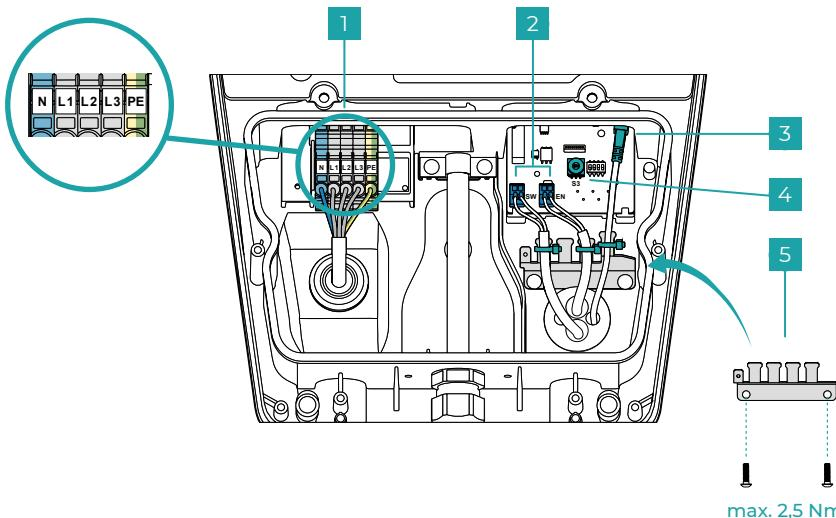

Fig. 6
Optional, la interfața internă poate fi conectat un dispozitiv de blocare extern (de ex. întrerupător cu cheie) (fig. 6 - nr. 2 - interfața EN).
- Pregătiți un cablu de alimentare de la rețeacores-punzător ($\varnothing 10 - 20 \text{ mm} // \text{max. } 5*6 \text{ mm}^2$) și conectați-l conform reprezentării din **fig. 6 - nr. 1**. Figura ilustrează racordul la rețea trifazic. Pentru a conecta sistemul de încărcare la rețea cu o singură fază, utilizați conductorii N, L1 și PE.
- Cu ajutorul comutatorului rotativ S3 configurați curentul de încărcare maxim între 6 A și 16 A, conform reprezentării din **fig. 6 - nr. 4**.
- Optional: Pregătiți cablurile de date (Digital-In (EN) / Out (SW) și LAN) și conectați-le după cum se arată în **fig. 6 - nr. 2 și 3**. Pentru a conecta un dispozitiv de blocare extern prin intermediul cablului Digital-IN, îndepărtați în prealabil puntea pentru cabluri.
Montați dispozitivul de detensionare după cum se arată în **fig. 6 - nr. 5** și fixați cablurile de date cu bride pentru cabluri. Montați capacul inferior al sistemului de încărcare conform reprezentării din **fig. 7**.
Sistemul de încărcare poate fi securizat împotriva utilizării neautorizate prin intermediul unui dispozitiv de blocare extern (de exemplu, întrerupător cu cheie). Atunci când se solicită procesul de încărcare, are loc o verificare pentru a determina dacă există o blocare externă. Utilizați pentru aceasta interfața de date EN, conform reprezentării din fig. 6 - nr. 2.